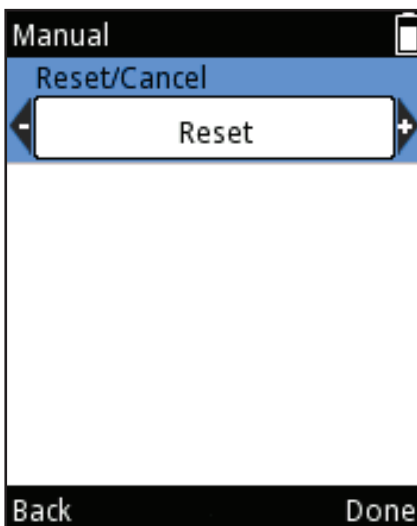

Figura D35.
8. Opzionale: Il valore del volume sul display può essere azzerato in qualunque momento premendo **(Reset/Cancel)**. Viene visualizzata la finestra di selezione Reset/Cancel (Figura D35). Selezionare **Reset** usando **(Left)**, **(Right)** e premendo **(Done)** (Fine). Il volume sul display è 0. La dispensazione del liquido dal puntale viene visualizzata come un valore negativo.